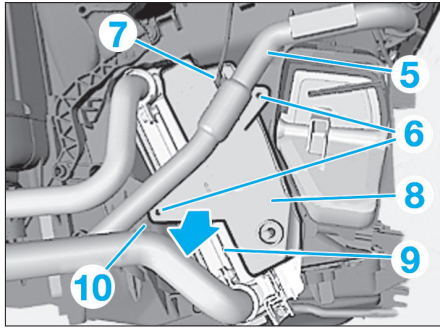

Fig. 33
- Décaler le passe-câble en caoutchouc (2) avec le joint en mousse légèrement vers l'avant.
- Dégager avec précaution l'attache de conduites (3) avec les canalisations (4) au niveau du passe-câble (2)
- Retirer le flexible de liquide de refroidissement (5) (Fig.33).